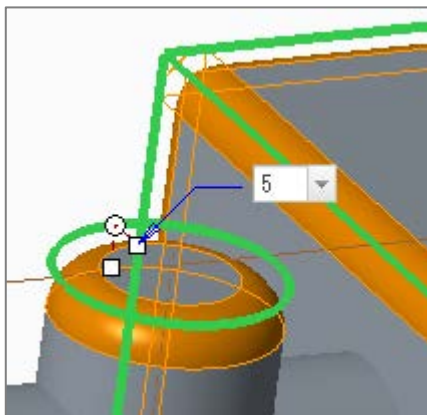

Fig.22 半径5のラウンド
18. Fig.22のように半径5のラウンドをかけ、チェックボタンを押して終了。